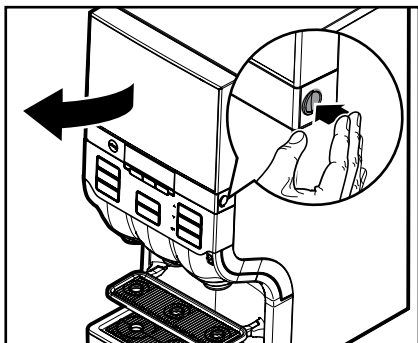

Bild 21
1. Öppna luckan till maskinen (bild 21).